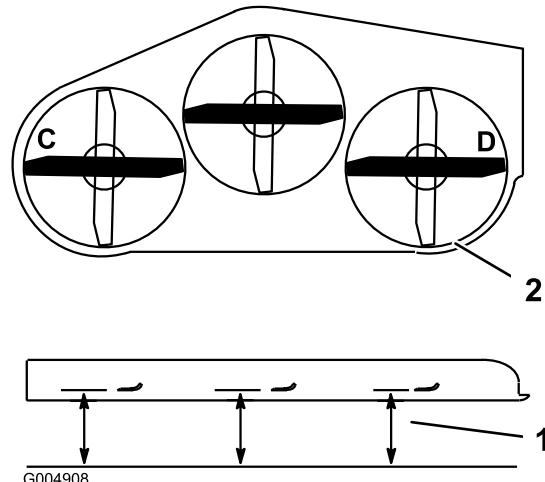
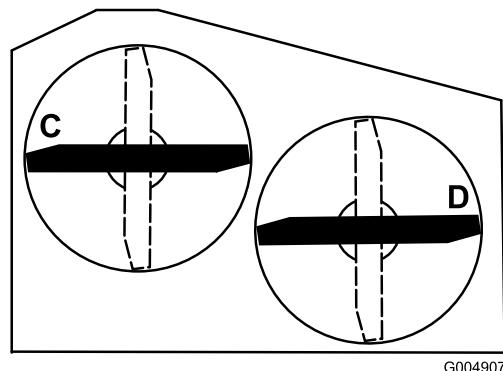

Figura 85
Figura 86
2. Coloque las cuchillas en posición lateral. Mida en las posiciones **C** y **D** desde una superficie nivelada hasta el filo de corte de los extremos de la cuchilla (Figura 85). Para las plataformas de cortacésped de 36 pulgadas, consulte la Figura 86.